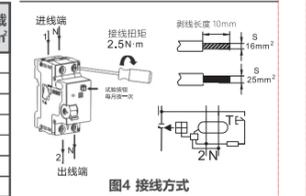

图4 接线方式
5.3 适用于铜导线连接，导线选择见表2，接线方式及剥线长度示意如下图4